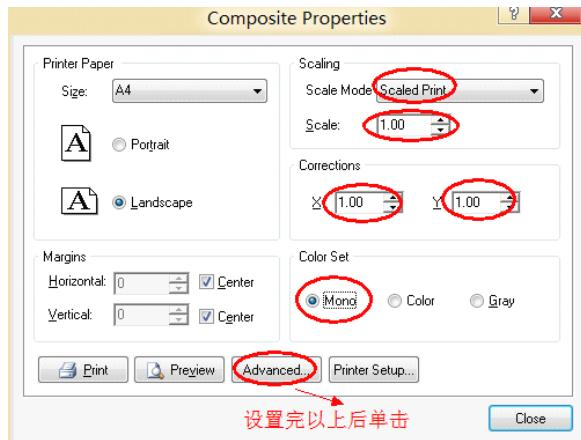

图 6-6.82 打印设置
**Step1:** 执行菜单命令【File】/【Page Setup】，在弹出的对话框中设置成为图 6-6.82 所示。